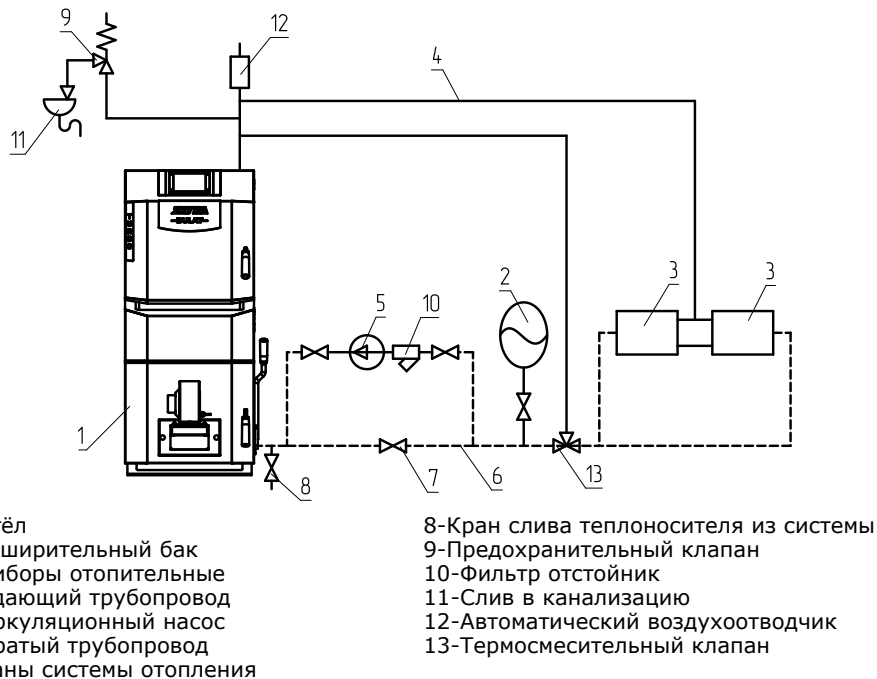

Рис.6 Схема закрытой системы отопления
7.4.1. Монтаж котла с закрытой и открытой системой следует производить в соответствии с вариантами схем отопления показанных на рис. 6; 7.
7.4.3. Разгонный участок (Рис.6 поз.10) должен быть вертикальным и высотой не менее 2 метров.